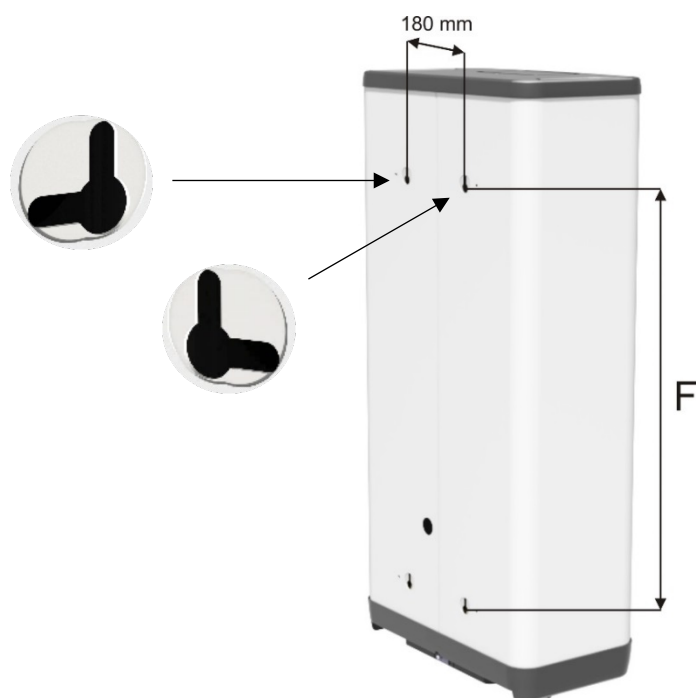
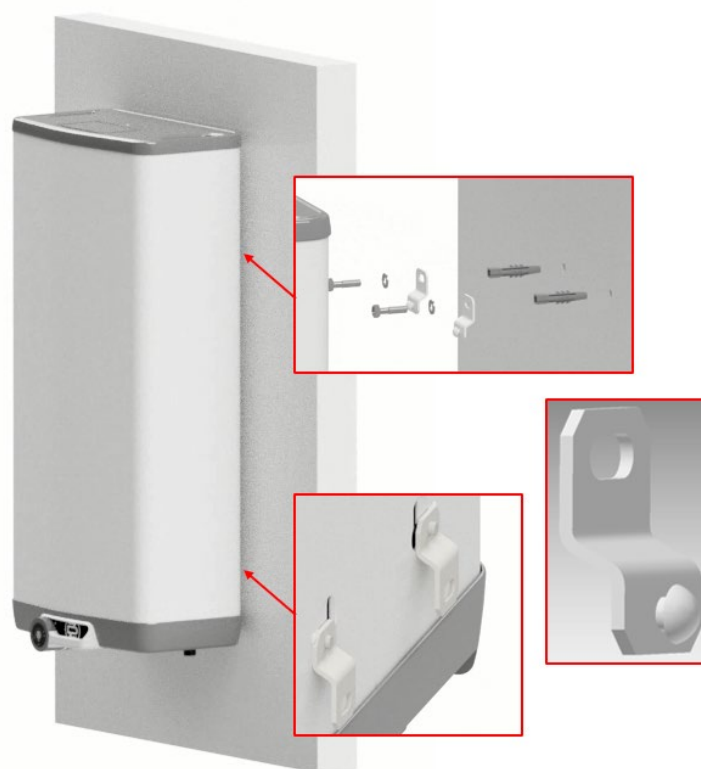

Рисунок 3
Рисунок 4
**Водонагреватель устанавливается в вертикальном положении прямо на стене.** Присоединительные винты должны иметь гарантированное расстояние  $t=180$  мм и расстояние  $F$  в зависимости от объема водонагревателя (Рисунок 3) или с помощью подвесов. 2 верхних подвеса закрепляются на стене, а 2 нижних подвеса насаживаются на нижние отверстия на водонагревателе, нижние подвесы служат в качестве опор (Рисунок 4). **Подвесы (4 шт.) входят в поставку.**